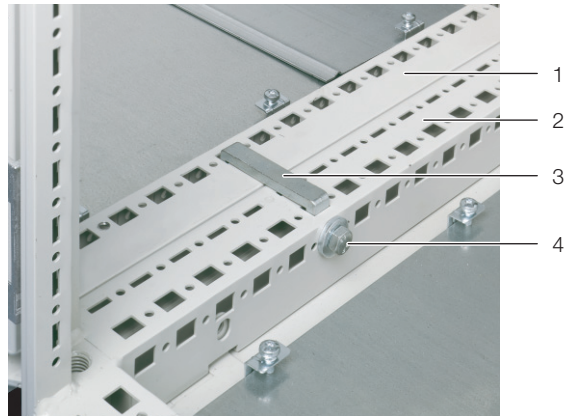

Abb. 15: Anreihzwinge
- Schieben Sie im vorderen Bereich eine Anreihzwinge (Abb. 15, Pos. 3) vom Serverschrank (Abb. 15, Pos. 2) aus durch die entsprechende Ausklinkung in
der Seitenwand des LCP DX (Abb. 15, Pos. 1).
- Schrauben Sie die Anreihzwinge vom Serverschrank aus fest (Abb. 15, Pos. 4), so dass die Rahmen von Serverschrank und LCP DX fest miteinander verbunden sind.